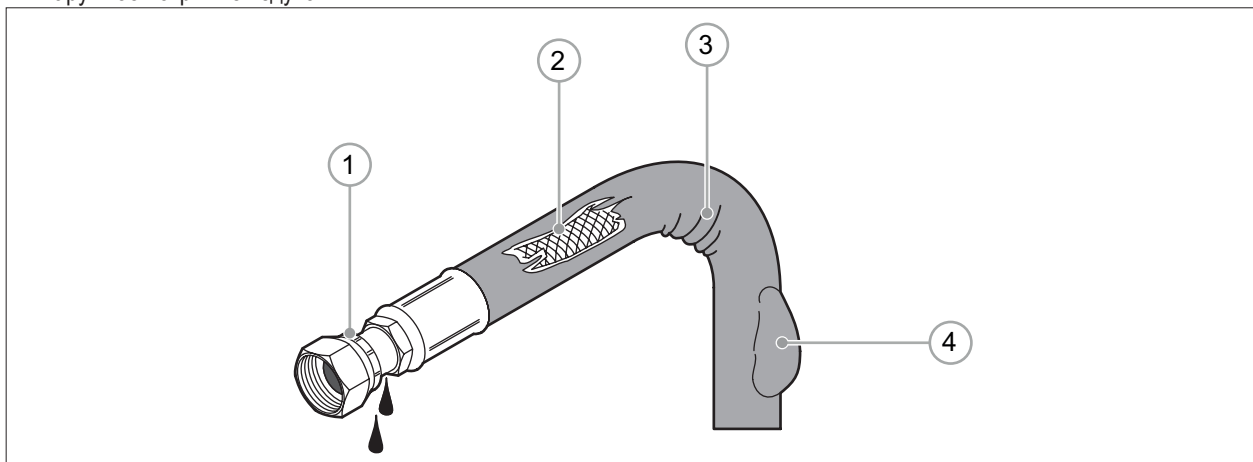

РИС. 47
- 3) Если есть какие-либо признаки повреждения, не работайте на машине, пока не будет сделан ремонт. Некоторые примеры общего повреждения гидравлического шланга показаны на **РИС. 47**.